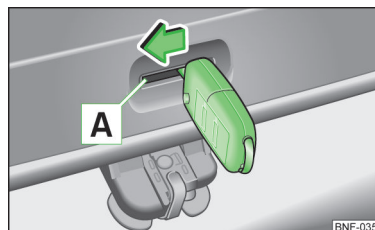

Fig. 122
- Introduceți cheia în fanta **A** » fig. 122 din capitonaj, până la capăt.